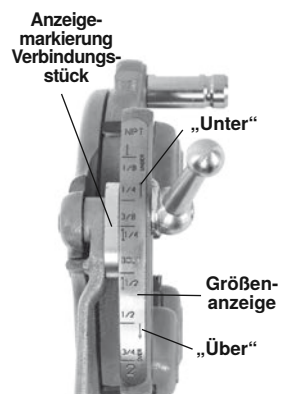

Abbildung 12 – Einstellung der Gewindegröße
3. Beginnen Sie mit der Anzeigemarkierung des Verbindungsstücks an der Markierung der gewünschten Größe auf der Größenanzeige. Stellen Sie bei Gewindeschneidköpfen die Markierung des Verbindungsstücks auf die Linie der Größenanzeige ein. Bei Schraubengewinde stellen Sie alle Schraubenbacken an der BOLT-Linie auf der Größenleiste ein (Abbildung 12).